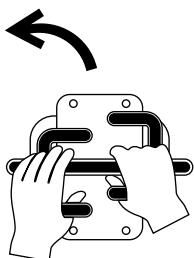

Figura 13
- Para girar a la izquierda, mueva el control de tracción derecha hacia adelante (Figura 13).